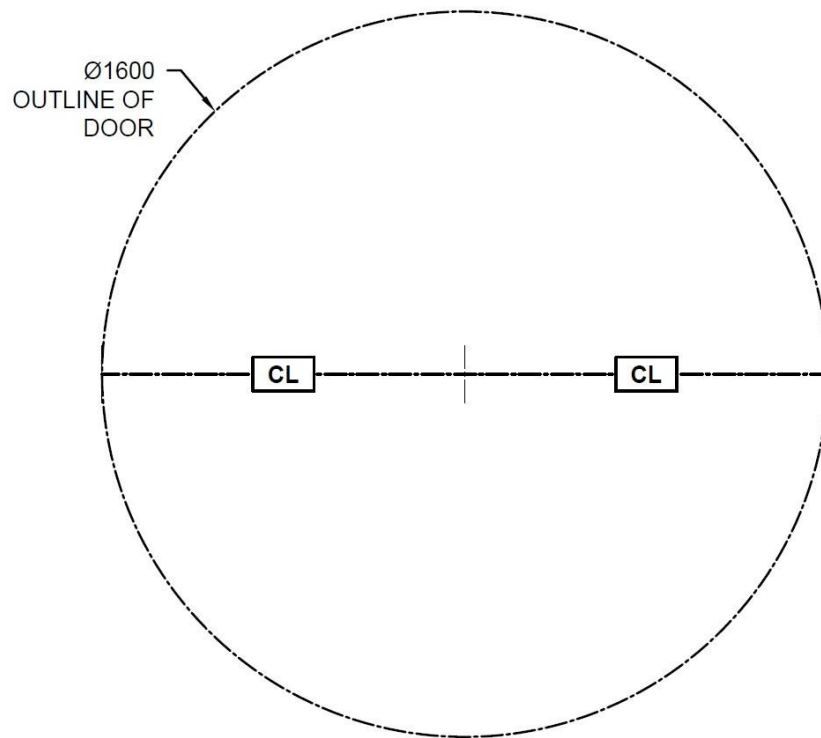

Abbildung 5: Markieren des Bodens: Schritt 2
- 4.8. In *Abbildung 5* ist die radiale Ausdehnung des Drehkreuzes als Referenz dargestellt.